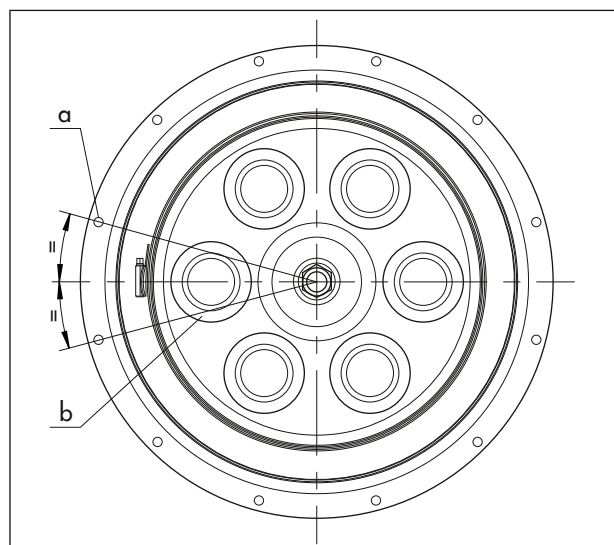

図 24: ダイヤフラムの調整
5. 新しいダイヤフラム (A4) を取り付けます。ダイヤフラムがダイヤフラムプレートに正しく整合していることを確認します。ダイヤフラムプレートの 2 か所のスプリング用の正反対の凹部を結ぶ仮想的な線は、ダイヤフラムの 2 個のボルト用の穴の中央に揃える必要があります (図 24 をご覧ください)。
(A6) との隙間がほんの数ミリになるまで回します。保護ゴム片 (A19) をホースクランプのラッチの下に配置し、調整します (図 24 をご覧ください)。適切な工具を使って、ラッチのねじを締めます。締め付けトルクを順守してください。
6. 新しいダイヤフラム (A4) を取り付けます。ダイヤフラムがダイヤフラムプレートに正しく整合していることを確認します。ダイヤフラムプレートの 2 か所のスプリング用の正反対の凹部を結ぶ仮想的な線は、ダイヤフラムの 2 個のボルト用の穴の中央に揃える必要があります (図 24 をご覧ください)。
チの下に配置し、調整します (図 24 をご覧くだ